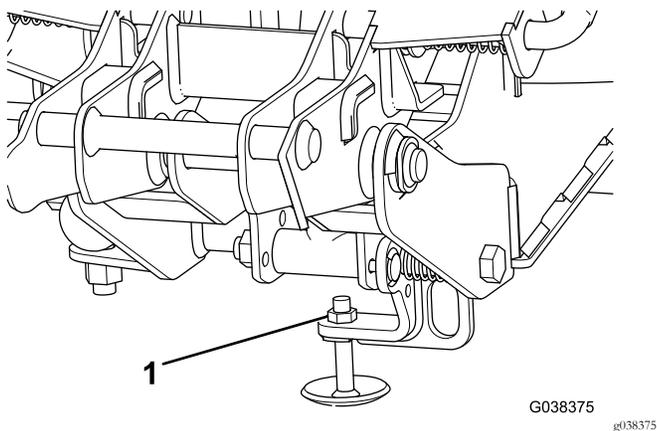

Bild 13
3. Lösen Sie die Klemmmutter am Ständer (Bild 13).
5. Ziehen Sie dann die Klemmmutter fest (Bild 13).